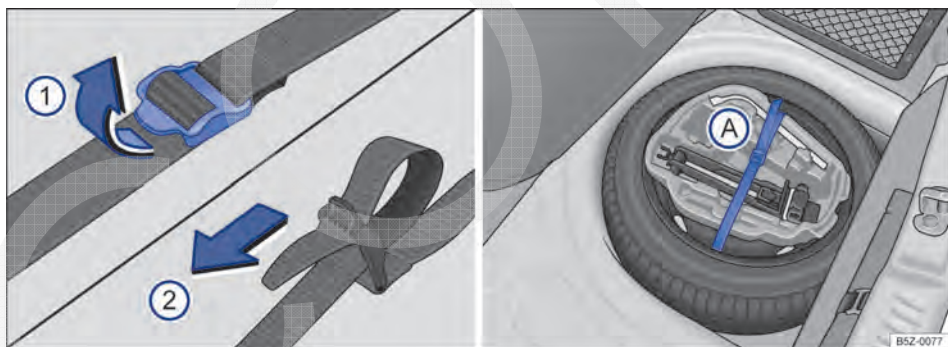

Fig. 165 No compartimento de bagagem: cinta de fixação da caixa de ferramentas e caixa de ferramentas de bordo.
- Para soltar a cinta de fixação → Fig. 165 (A), puxar a fivela no sentido da seta ①.